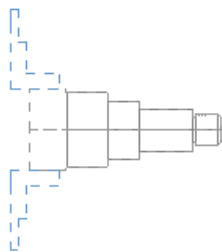

图 8.6.2 打开模型
Step1. 打开模型。选择文件 D:\mcx8.1\work\ch08.06\LATHE_CUT.MCX，模型如图 8.6.2 所示。